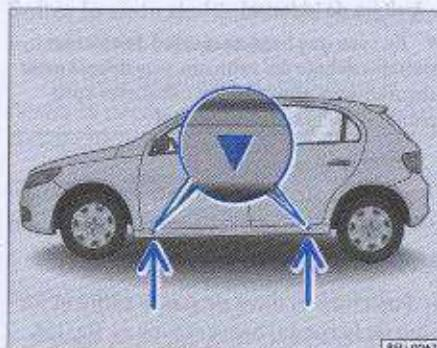

Fig. 129 Puntos de recepción del gato
1. Localice y posicione el gato en el punto de recepción → página 198, fig. 129 más cercano de la rueda que se pretende sustituir. → △. La figura muestra como ejemplo la localización de los rebajes en la carrocería de un Gol. Las localizaciones de los rebajes del Voyage obedecen al mismo concepto que se describe para el Gol.
El gato solo puede ser aplicado en los puntos de recepción indicados → página 198, fig. 129. Utilice siempre el punto de recepción más cercano de la rueda que se pretende sustituir.
- Posicione el gato bajo el punto de recepción correspondiente → página 198, fig. 129.